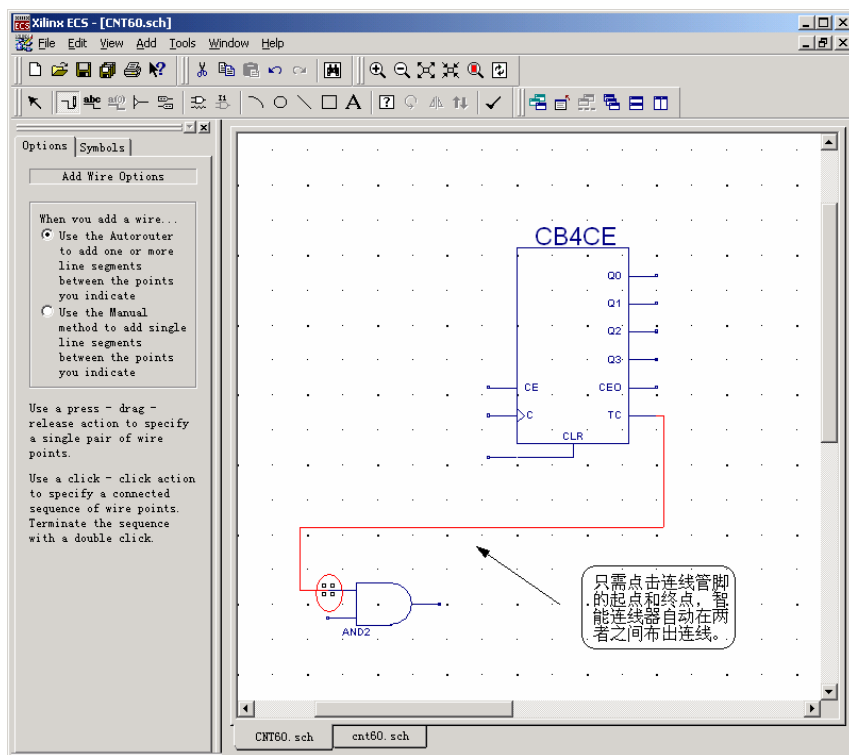

图9-6 在“cnt60”原理图中添加连线
- (2) 按 **Esc** 键或者双击鼠标右键结束操作，如图 9-6 所示。